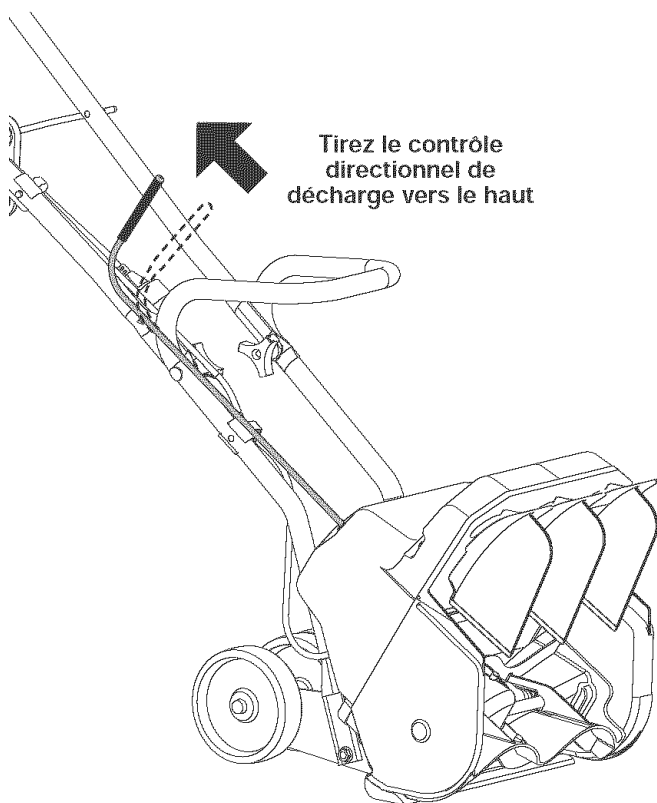

Fig. 6
2. Saisissez fermement la poignée du contrôle directionnel de décharge et tirez vers le haut. Ceci dégage la tige, sous tension de ressort, de la fente de direction de décharge actuelle, et libère son mouvement (Fig. 6).
- Si vous transportez la machine avec les poignées pliées, veillez à ne pas toucher ou plier accidentellement la commande directionnelle de décharge (Fig. 6). Si vous pliez ou endommagez la commande, vous ne pourrez plus régler les vannes.